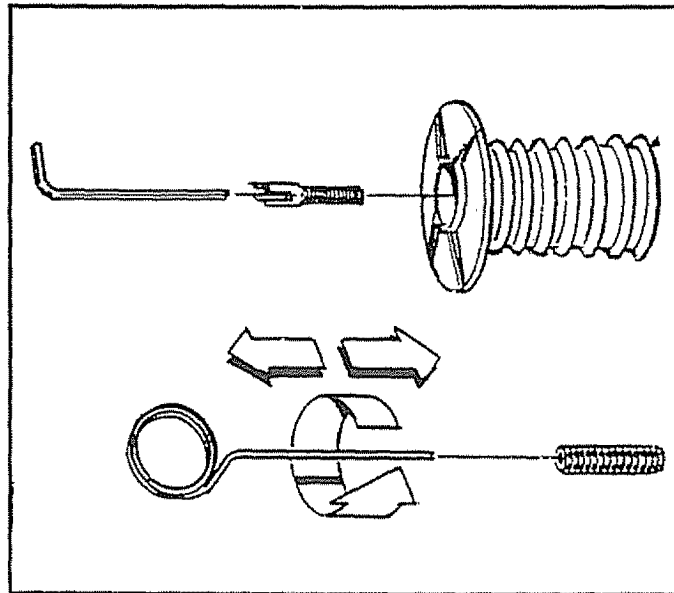

FIG. 23
- Use el alambre incluido en el juego (Fig. 23) o un pequeño sujetapapeles para quitar los materiales extraños que obstruyen o restringen la boquilla.